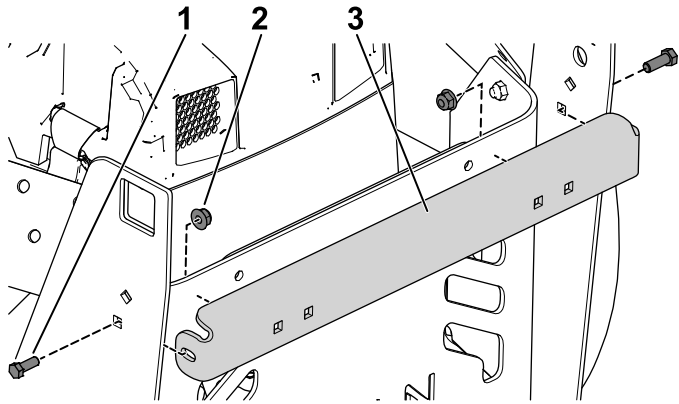

Figura 22
1. Sujete el travesaño a los soportes izquierdo y derecho del ensacador con 2 pernos de cabeza hexagonal (5/16" x 7/8") y tuercas con arandela prensada (Figura 22).